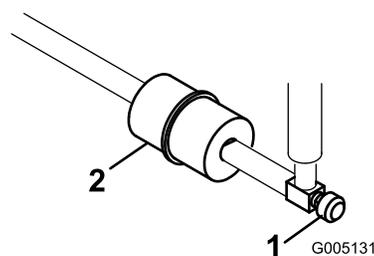

图40
管线式燃油滤清器位于油箱与化油器之间的燃油管内 图40。
- 关闭燃油切断油阀 图40。
- 将放油盘放到滤清器下方拧松滤清器化油器侧的软管夹然后从滤清器中取出燃油管线 图40。
- 松开另一个软管夹然后取下滤清器 图40。